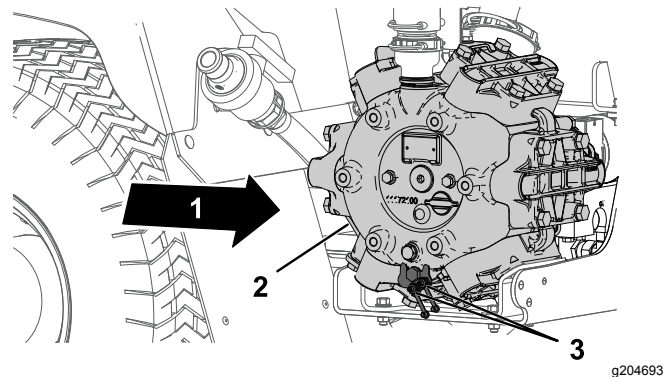

图 61
1. 将 2 个远距离黄油嘴擦拭干净图 61。
2. 用黄油枪将润滑脂打入到远距离黄油嘴图 61。